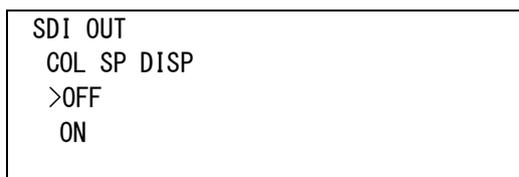

図4-107 オンスクリーンメニュー(COL SP DISP例)
- 1) SDI OUTメニューで「COL SP DISP[CDSP]」を選択し、**ENTER**ボタンを押すと図4-107のような設定メニューが表示されます。